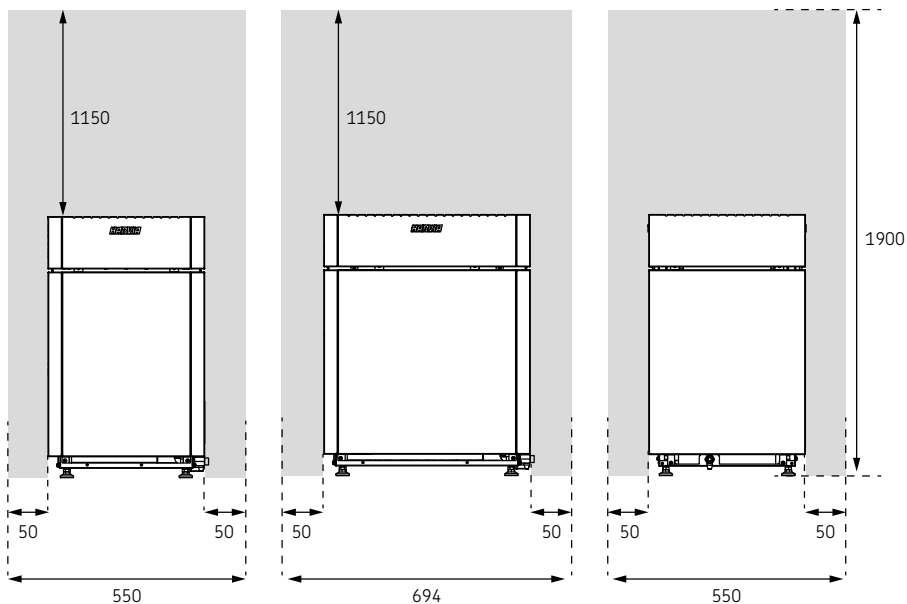

Figura 1. Distancias de seguridad
- Las distancias mínimas de protección respecto al material combustible se muestran en la figura (Figura 1. Distancias de seguridad).
- Si se instala una barandilla alrededor del calentador para sauna, deben respetarse las distancias de seguridad indicadas en la figura (Figura 1. Distancias de seguridad) o en las instrucciones de instalación de la barandilla.